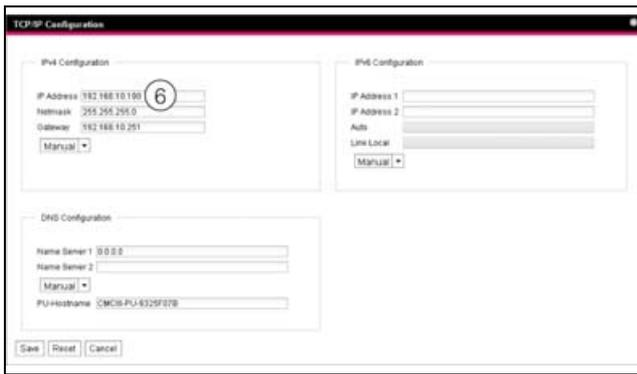

Abb. 56: Anpassen der TCP/IP-Einstellungen
- Ändern Sie im Fenster **TCP/IP Configuration** im Gruppenrahmen **IPv4 Configuration** die IP-Adresse des Geräts auf eine im Netzwerk erlaubte Adresse ab (Abb. 56, Pos. 6).